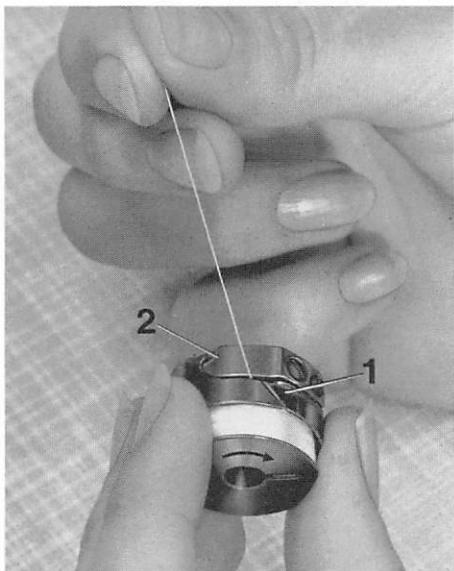

Fig. 6
Fig. 6 a
■ Die gefüllte Spule so in die Oberkapsel einsetzen, daß der Faden im Uhrzeigersinn abläuft (siehe Pfeil Fig. 6).
■ Insert the full bobbin into the bobbin case so that when you pull the thread the bobbin turns in a clockwise direction (see arrow in Fig. 6).
■ Introduire la canette garnie dans la boîte à canette, de manière que le fil se déroule dans le sens des aiguilles d'une montre (flèche, fig. 6).
■ Coloque la bobina llena en la cápsula de forma que el hilo corra en el sentido de las agujas del reloj (véase flecha, fig. 6).
■ La spolina piena va inserita nella capsula in modo che il filo scorra in senso orario (vedi freccia fig. 6).
■ Introduza a bobina na cápsula de tal forma que o fio desenrole no sentido dos ponteiros do relógio (veja Fig. 6 – seta).